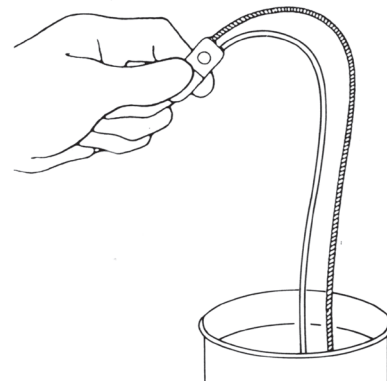

Figura 4-2a. Coloque los extremos de ambos tubos en la solución de llenado
1. Coloque el extremo de cada tubo en un cuenco con la solución de llenado correspondiente. (**Figura 4-2a**)